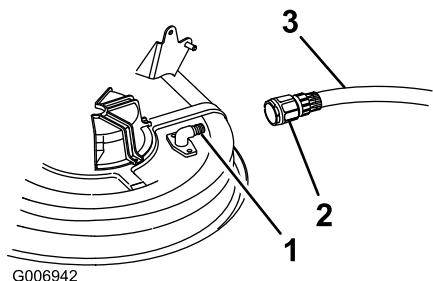

Figura 43
4. Montate il manicotto (non a corredo) al raccordo di lavaggio del tosaerba, quindi aprite il rubinetto per erogare un getto forte (Figura 43).